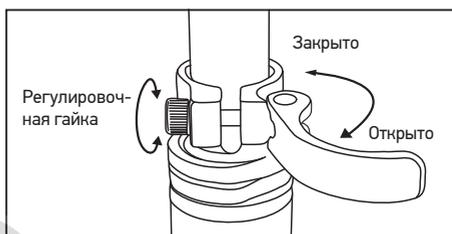

Рис. 7: Расцепление и регулирование быстроразъемного зажима.
1. Открыть рычаг быстроразъемного зажима подседельного штыря (Рис. 7 и 8).
3. После регулирования подседельного штыря по высоте закрыть рычаг быстрого зажима подседельного штыря. Усилие зажима регулируется посредством поворота регулировочной гайки в направлении от зажимного рычага. Удерживая рычаг на месте, поворачивайте гайку вручную для регулирования усилия зажима (Рис. 7).